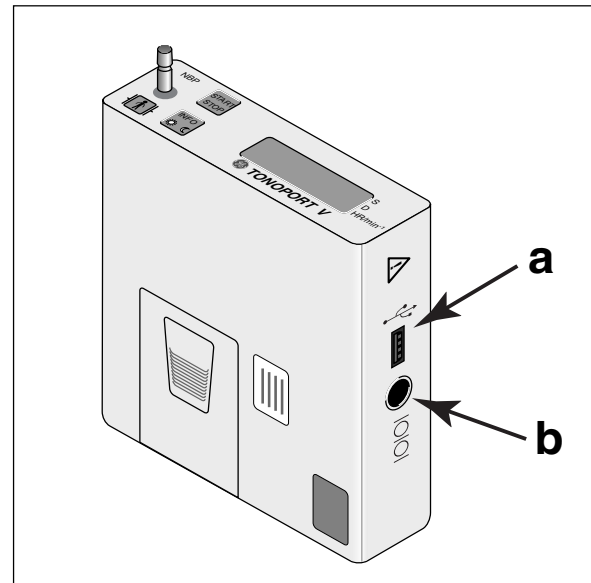

Bild 5-1 Anschlüsse für Verbindungsleitung zum PC
- Bei Verwendung der USB-Schnittstelle (**a** Bild 5-1), mit der Verbindungsleitung 2001589-040
- Bei Verwendung der seriellen Schnittstelle (**b** Bild 5-1), mit der Verbindungsleitung 2001589-011
Bei der Verwendung der seriellen Schnittstelle am TONOPORT V (b, Bild 5-1) ist die Installation hiermit beendet.
Bei der Verwendung der USB-Schnittstelle (a, Bild 5-1) muss - wie nachfolgend beschrieben - der USB-Treiber installiert und die Schnittstelle geprüft werden.